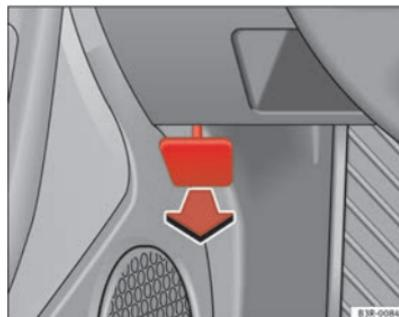

Fig. 164 Dettaglio del vano piedi sul lato del conducente: leva per l'apertura del cofano del vano motore.
- Tirare la leva situata sotto il cruscotto nella direzione della freccia (⇒ fig. 164).